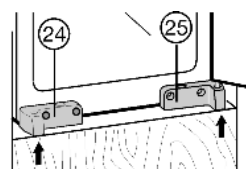

Fig. 12
- ▶ Выровняйте устройство по глубине: Выровняйте переднюю кромку кронштейна Fig. 12 (24), кронштейн Fig. 12 (25) и крепежный уголок Fig. 12 (22) по передней кромке дна шкафчика и по боковой стенке.